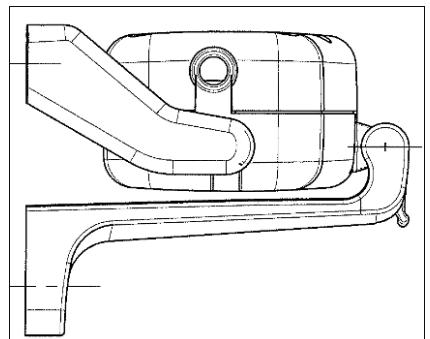

Figure 5
- G. Compléter l'assemblage du terminal chaîne avec le crochet rapide à l'aide du tourillon Ø4x32 (fourni avec la livraison) enfiché en position médiane (Fig. 5).